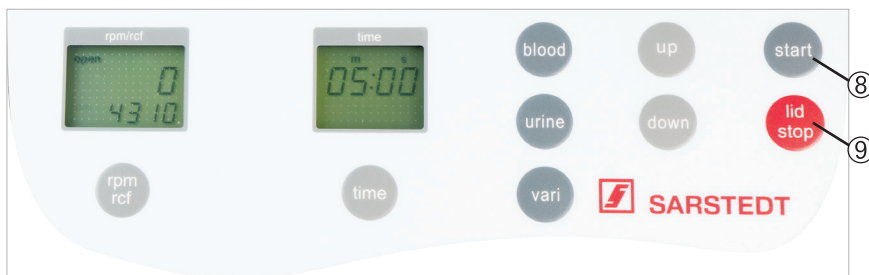

Figure 16
Un cycle peut être interrompu par l'activation de la touche « lid/stop » (9) (voir Figure 16). La centrifugeuse est freinée jusqu'à s'arrêter entièrement après avoir activé la touche.